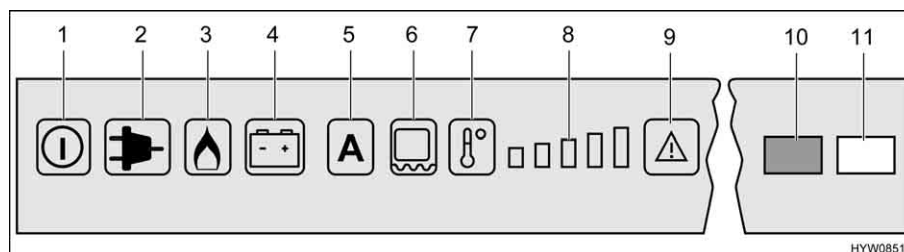

Fig. 83 Elementi di comando per il frigorifero (Dometic RMD)
Se è impostata la modalità di funzionamento "AES", la tensione a 230 V **non** è allacciata e il motore del veicolo è **spento**, il sistema AES seleziona il rifornimento di gas. Selezionando il funzionamento a gas, il dispositivo di sicurezza si apre automaticamente, così che il gas possa fluire al bruciatore. Contemporaneamente si inserisce l'accenditore elettronico. Se la fiamma del gas si spegne, p. es. a causa di un colpo di vento, l'accenditore viene subito azionato riaccendendo il gas. In caso di guasto del funzionamento a gas, lampeggiano i tasti luminosi "Gas" (Fig. 83,3) e "Guasto" (Fig. 83,9). La spia di controllo "Guasto" (Fig. 83,10) è accesa e viene emesso un allarme acustico per 20 secondi.
Dopo l'accensione il frigorifero seleziona automaticamente la regolazione intermedia del termostato. Questa regolazione può essere modificata manualmente tramite il tasto di selezione del livello di temperatura (Fig. 83,7). Le spie di controllo (Fig. 83,8) indicano la temperatura selezionata sul termostato. Il tasto di selezione del livello di temperatura permette di regolare la temperatura di refrigerazione per tutti e tre i tipi di energia. Ci vogliono alcune ore prima che il frigorifero raggiunga la temperatura normale di esercizio. Cambiando la modalità di funzionamento la regolazione del termostato non viene modificata. La temperatura di refrigerazione è indipendente dal tipo di energia utilizzata.
- Accendere il riscaldamento del telaio per 2 ore: Premere una volta il tasto (Fig. 83,6). Sull'indicazione dei gradi di temperatura (Fig. 83,8) si accende una barra.
- Accendere il riscaldamento del telaio per 5 ore: Premere due volte il tasto (Fig. 83,6). Sull'indicazione dei gradi di temperatura (Fig. 83,8) si accendono due barre.
- Regolazione del riscaldamento del telaio ad esercizio continuo: Premere tre volte il tasto (Fig. 83,6). Sull'indicazione dei gradi di temperatura (Fig. 83,8) si accendono tre barre.
L'indicazione dei gradi di temperatura (Fig. 83,8) indica per alcuni secondi la durata di esercizio del riscaldamento del telaio.
Nel caso di temperature esterne ed umidità dell'aria elevate è possibile che si formino gocce d'acqua sul telaio in metallo del vano congelatore. Per questo motivo il frigorifero è dotato di un riscaldamento del telaio per il vano congelatore. Nel caso di temperature e umidità dell'aria elevate, accendere il riscaldamento del telaio con il tasto (Fig. 83,6). È possibile così evitare fenomeni di corrosione. Quando il riscaldamento del telaio è acceso, si accende il tasto luminoso (Fig. 83,6).
- Premere il tasto On/Off (Fig. 83,1) per circa 2 secondi. Il frigorifero si accende e viene visualizzato l'ultimo tipo di energia impostato, oppure "AES".
- Impostare la temperatura di refrigerazione con il tasto di selezione del livello di temperatura (Fig. 83,7). Le spie di controllo (Fig. 83,8) indicano la temperatura selezionata sul termostato.
- Premere il tasto On/Off (Fig. 83,1) per circa 2 secondi. Il frigorifero si spegne e le indicazioni smettono di lampeggiare.